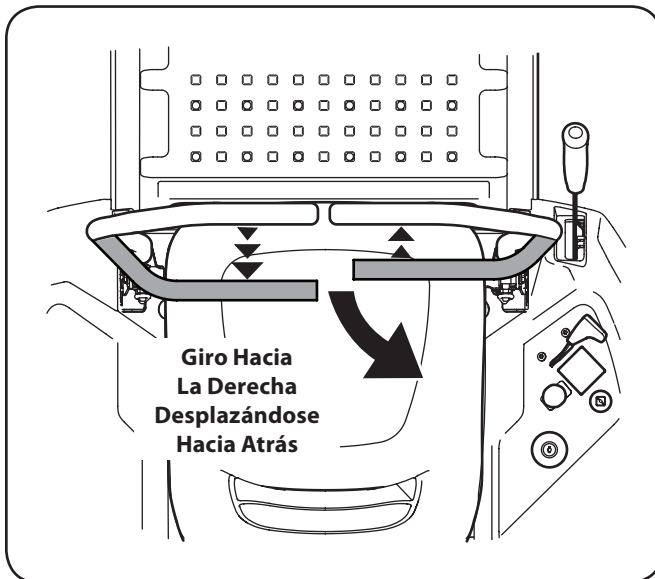

Figura 5-8
2. Para girar a la derecha mientras se desplaza marcha atrás, mueva la palanca de control del lado derecho hacia adelante respecto de la palanca izquierda. Vea la Figura 5-8.